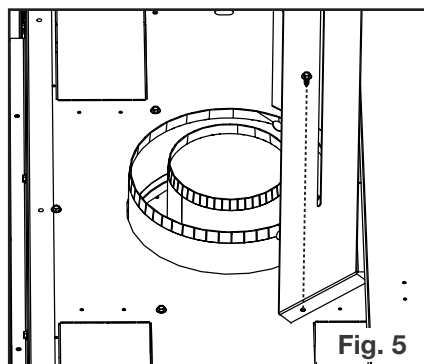

Fig. 5
5. Assurez-vous que les deux extrémités s'alignent et fixez les extrémités avec des agrafes et des attaches (Figure 5).
5. Utilisez les attaches à l'étape 4 pour fixer le bouclier d'évent sur l'appareil (Figure 5).